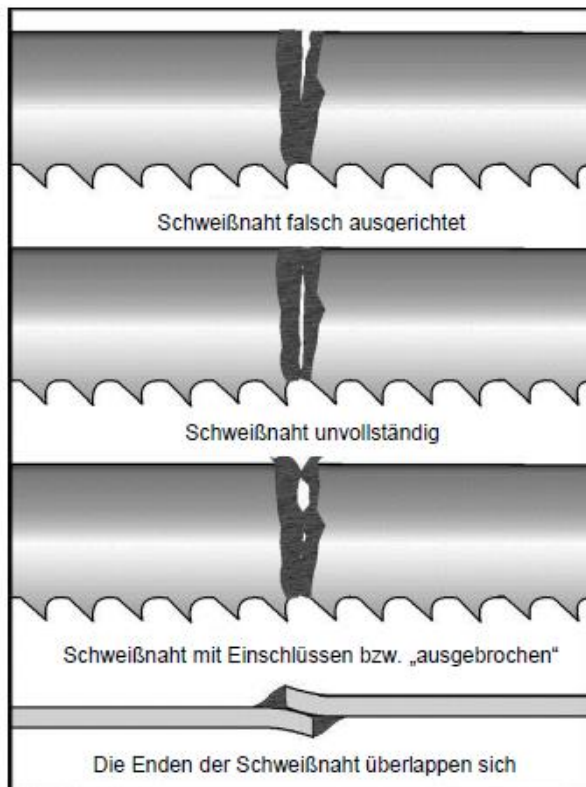

Abb. 19
9. Nehmen Sie das Blatt von den Spannbacken und prüfen Sie es sorgfältig. Der Zahnabstand der Zähne sollte gleichmäßig sein und die Schweißnaht sollte sich in der Mitte der Rille befinden. Eine Fehlausrichtung ist zu diesem Zeitpunkt anhand des Schweißnahtbildes leicht zu erkennen. In Abbildung 19 sind Beispiele für falsche Schweißnähte dargestellt.